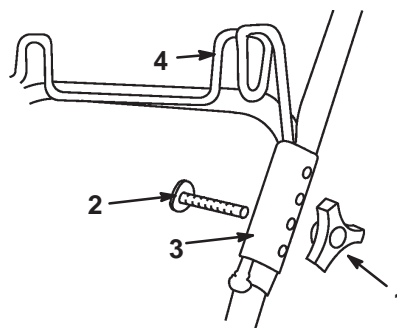

Figure 8
12. Retirer le bouton et le boulon d'assemblage des manchérons supérieur et inférieur du côté gauche (Fig. 8).